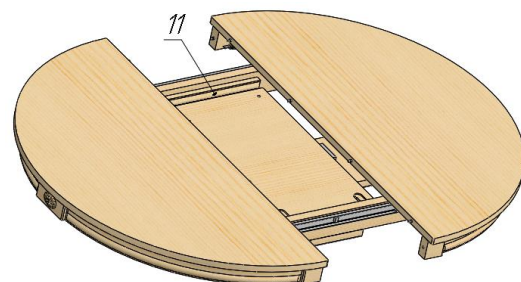

Рис. 4
7. Для сложения вставки необходимо выполнить п.6 в обратном порядке. При этом боковые накладки вставки (11) снять и установить в подстолие (см. рис.4)